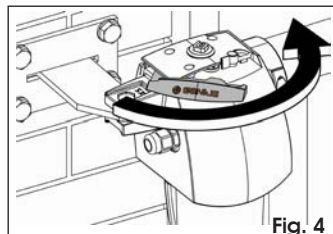

Fig. 4
2. Sluit de ontgrendelingshendel (Fig. 4).